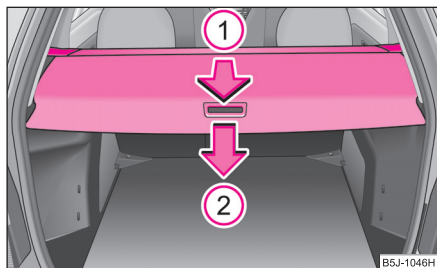

Fig. 66 Portbagajul: Raftul din portbagaj
- Trageți raftul din portbagaj până la limită în sensul indicat ① în poziția asigurată ⇒ fig. 66.